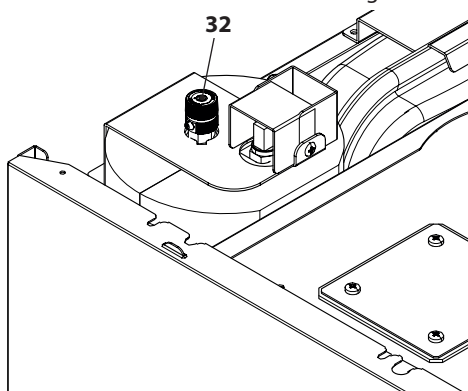

Figura 6.4
- Svitare il tappo della valvola di sfato automatica del microaccumulo 32 in Figura 6.4.